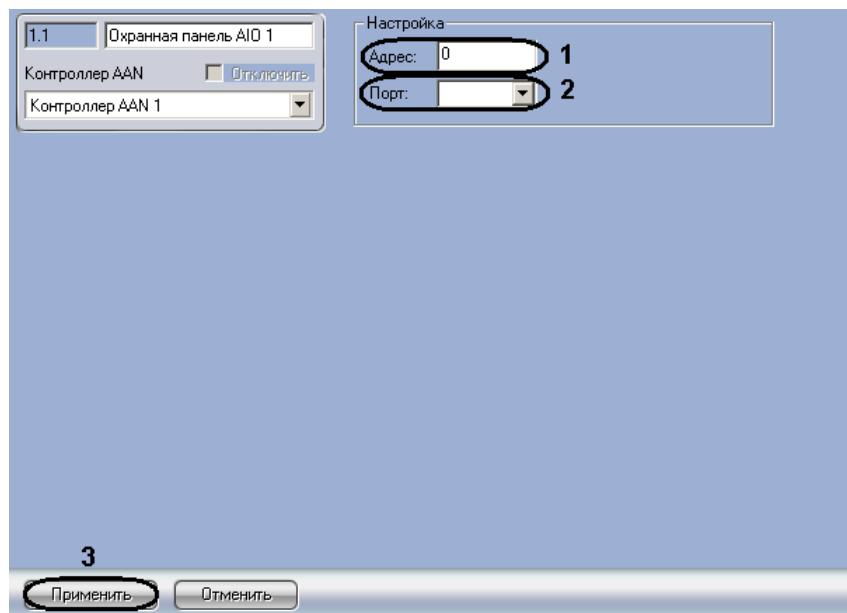

Рис. 3.4-4 Панель настроек объекта Охранная панель АІО
- Перейти на панель настроек объекта **Охранная панель АІО** (Рис. 3.4-4).
- Ввести в поле **Адрес**: уникальный адрес охранной панели АІО (см. Рис. 3.4-4, 1).
- Из раскрывающегося списка **Порт**: выбрать порт подключения охранной панели АІО (см. Рис. 3.4-4, 2).
- Для сохранения изменений нажать кнопку **Применить** (см. Рис. 3.4-4, 3).